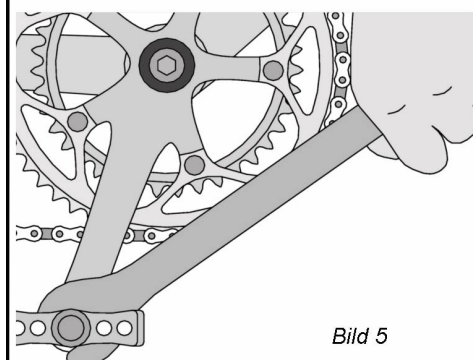

Bild 5
- Schrauben Sie die Pedale nacheinander in die Pedalaugen der Kurbeln ein und ziehen Sie sie mit mindestens 35 Nm an, **Bild 5**. **Achtung:** Das linke Pedal besitzt Linksgewinde.